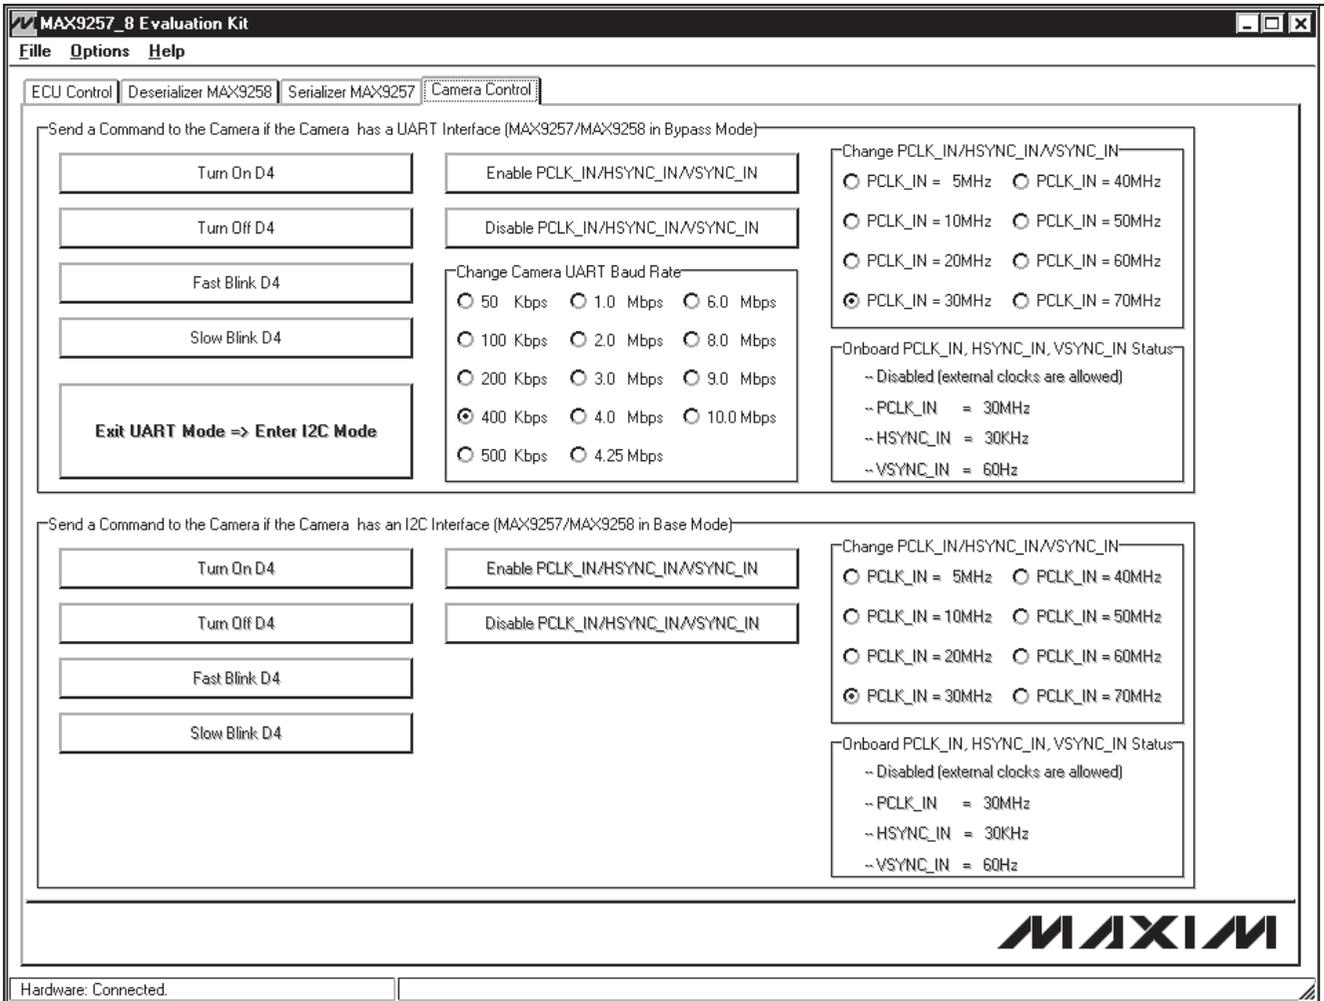

図6. MAX9257/MAX9258の評価キット用ソフトウェア—Camera Controlタブ
- 23) Camera Controlタブをクリックして、Camera Controlタブシート(図6)に移動してください。
**Camera Control** タブシート(図6)では、制御チャンネルセッションの間にECUがエミュレートされたカメラとの通信を行うことができます。
- 10) **Camera Control**タブシート(図6)に移動してください。Turn On D4、Turn Off D4、Fast Blink D4、および Slow Blink D4の各ボタンをそれぞれクリックして、ECUとカメラとの通信が適切に行われていることを確認してください。
- 11) **Camera Control**タブシート(図6)に移動してください。このタブシートでは、カメラに対するすべてのECUコマンドが、1つの制御チャンネルセッション内で次の順序に従って送信されます。
- 6) Camera Controlタブシート(図6)に移動して、Exit UART Mode => Enter I2C Modeボタンをクリックしてください(このボタンはCTOが0でない場合にのみ利用可能です)。